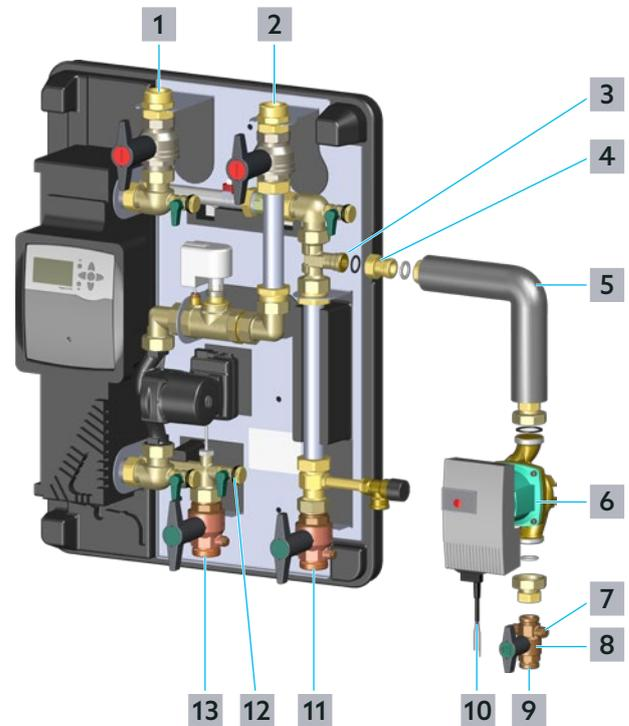

Fig. 2: Exemple d'installation
- 2 Fermer lentement le robinet d'arrêt à tournant sphérique sur l'aller eau potable froide (position **11** sur la Fig. 2 en page 5).
- 3 Fermer lentement le robinet d'arrêt à tournant sphérique sur retour eau chaude sanitaire (position **13** sur la Fig. 2 en page 5).
- 4 Dévisser le capuchon du robinet de vidange et de remplissage à tournant sphérique - Eau chaude sanitaire (position **12** sur la Fig. 2 en page 5) et raccorder un tuyau de vidange.
- 6 Dévisser le capuchon du raccordement du jeu de bouclage d'E.C.S. (position **3** sur la Fig. 2 en page 5).
- 7 Monter le clapet ATS (position **4** sur la Fig. 2 en page 5) avec le joint d'étanchéité correspondant sur la station.
- 8 Monter le tube coudé (position **5** sur la Fig. 2 en page 5) avec le joint d'étanchéité correspondant sur le clapet ATS.
Vous pouvez monter le circulateur à haut rendement (accessoire) et le robinet à tournant sphérique (position **8** sur la Fig. 2 en page 5) à un endroit quelconque entre le dernier point de puisage et la station d'eau chaude sanitaire sur le retour bouclage d'E.C.S.
- ▶ Si vous souhaitez réaliser votre installation selon l'exemple d'installation sur la Fig. 2 en page 5, visser le circulateur à haut rendement que vous avez choisi sur le tube coudé. Respecter les consignes figurant dans les documents joints au circulateur.
- ▶ Monter le robinet à tournant sphérique (position **8** sur la Fig. 2 en page 5) à un endroit quelconque entre le dernier point de puisage et le tube coudé.